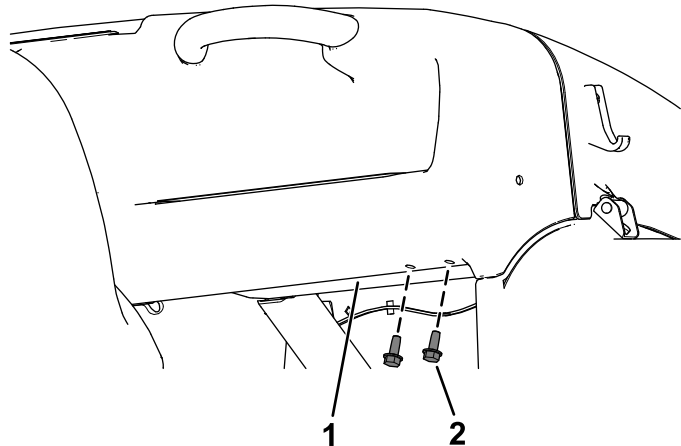

Figura 24
- A. Rimuovete le 2 viti (5/16" x 3/4") che fissano il cruscotto al telaio della macchina (Figura 24).